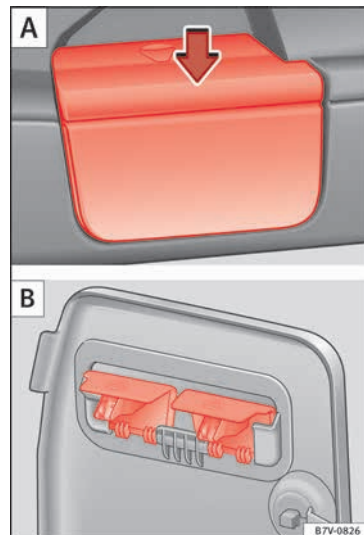

Fig. 166 Retire los soportes de la bandeja A y guárdela de forma segura B.
- Retire la bandeja del soporte de los revestimientos laterales » fig. 166 A. Para ello, presione la bandeja hacia arriba (flecha) y extráigala.
- Abra el compartimento en el revestimiento lateral izquierdo posterior del maletero » pág. 176 y enganche la bandeja en la parte trasera de la tapa del compartimento » fig. 166 B.